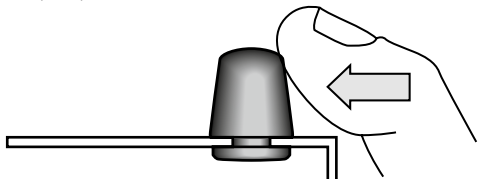

fig.3: enlever les pieds en caoutchouc
- Si vous montez l'appareil dans un boîtier 19", vous pouvez enlever les pieds en caoutchouc présents d'origine (fig.3). Exercez une pression latérale sur les pieds pour les enlever.